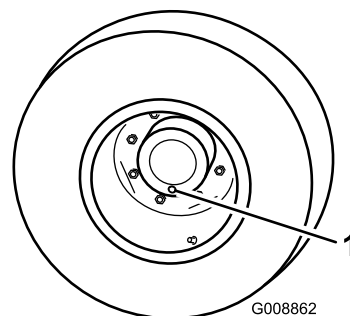

図 89
1. 平らな場所で、点検/ドレンプラグが一番低い位置時計の 6 時の位置に来るように停止させる 図 89。